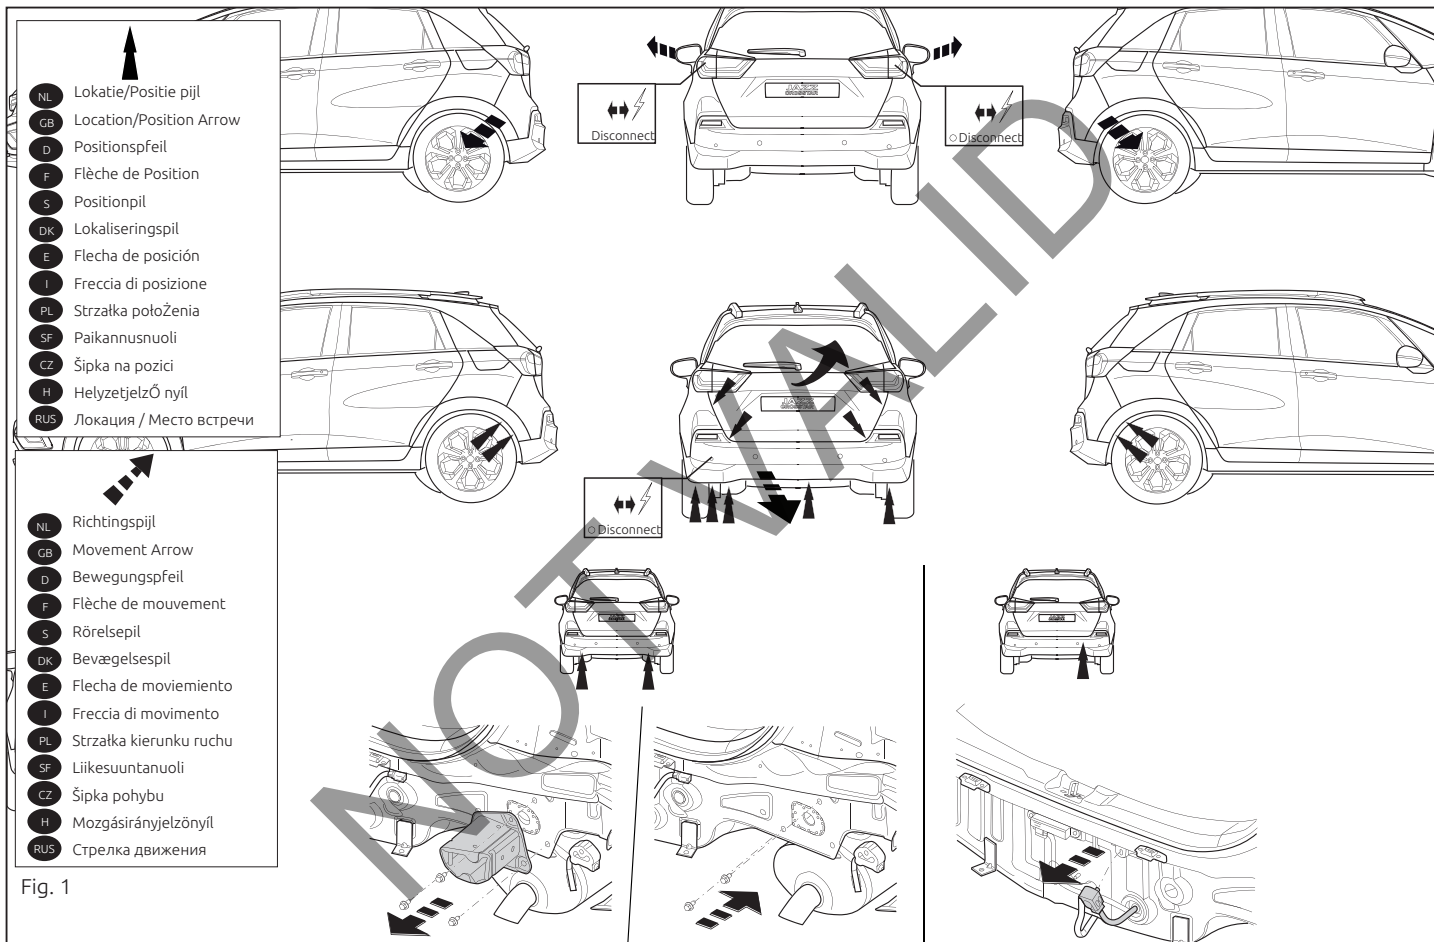

Fig. 1
1. Снять бампер. См. рисунок 1.
2. Снять детали, указанные в рис. 1.
3. Внимание, если имеются: Демонтируйте парковочный датчик. См. рисунок 1.